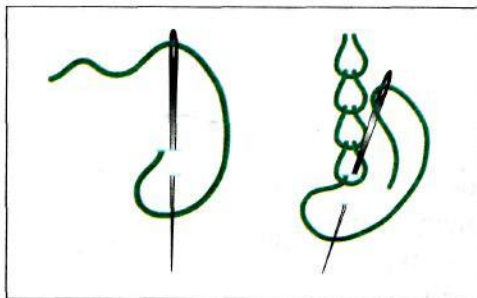

Рис. 76. Тамбурный шов
*Тамбурный шов* (или шов «цепочка») — это непрерывный ряд петель, выходящих одна из другой. Шов выполняют сверху вниз (рис. 76). Применяют его для вышивания контура и для сплошного заполнения узора (в декоративном рисунке).